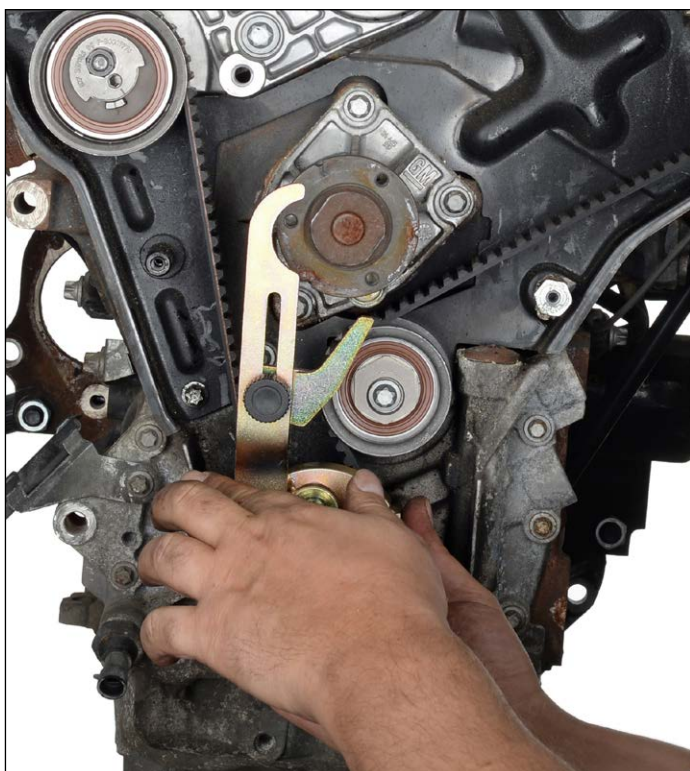

fig. 2
2. Fissare l'utensile di bloccaggio dell'albero motore OE (KM-800-10) sull'ingranaggio dell'albero motore (fig. 2) e ruotare lentamente l'albero motore nel normale senso di rotazione fino a quando la leva dell'utensile di bloccaggio tocca la pompa dell'acqua (fig. 3). Le tacche degli ingranaggi dell'albero a camme devono essere allineate con le tacche della carenatura cinghia posteriore e la tacca dell'albero motore deve essere allineata con la tacca sull'alloggiamento inferiore nella posizione "ore 6" (fig. 4).